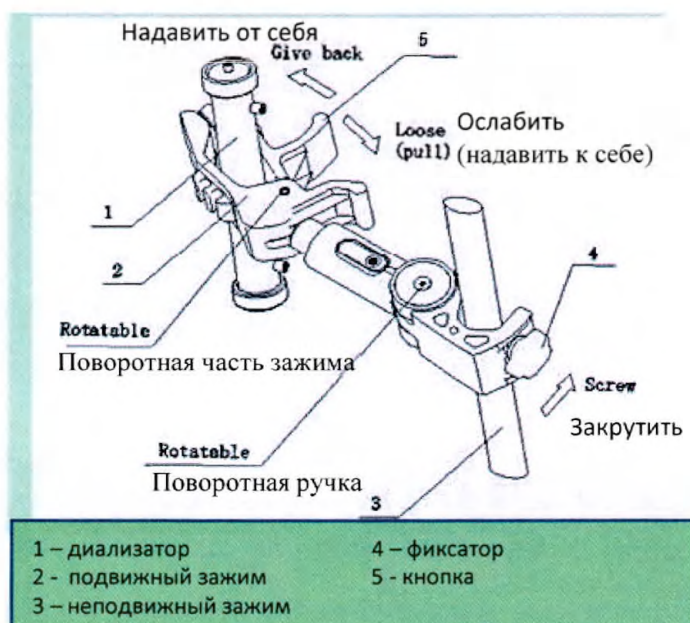

Рис. 6-16. Установка диализатора
- c) Вытяните зажим фильтра (так же, как и при демонтаже), подробно см. на рис. 6-16;
- e) При регулировке направления и положения регулятор необходимо повернуть в направлении против часовой стрелки; f) после регулировки повернуть в обратном направлении; см. рис. 6-16;